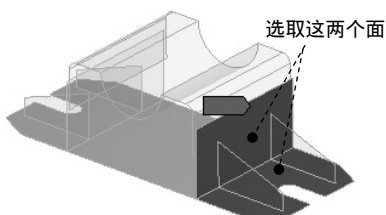

图 7.7.17 定义 Master 几何对象
(1) 选择命令。在“Outline”窗口中选中 **Connections** 节点下的 **Mesh Connections** 并右击，在弹出的快捷菜单中选择 **Insert** → **Manual Mesh Connection** 命令，弹出“Details of ‘Mesh Connection2’”对话框。
(2) 选择 Master 几何对象。选择图 7.7.17 所示的两个面为 Master 对象，单击 **Master Geometry** 文本框中的 **Apply** 按钮确认选取。